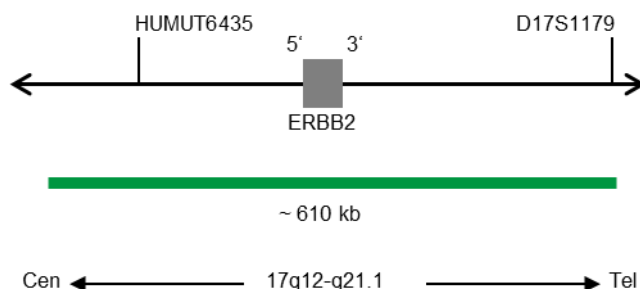

Fig. 1: SPEC ERBB2 Mappa della sonda (non in scala)
- Polinucleotidi (~10 ng/μl) marcati con ZyGreen (eccitazione 503 nm/emissione 528 nm), le cui sequenze target mappano in 17q12-q21.1* (chr17:37,572,531-38,181,308) che ospitano la regione del gene ERBB2 (vedere Fig. 1).